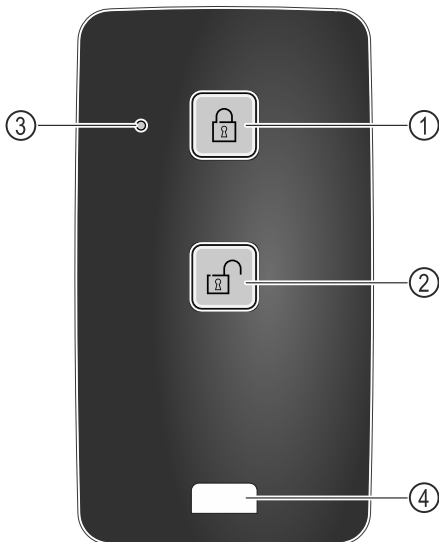

Fig. 149
- Taste Fig. 149 (1) auf der Fernbedienung drücken.
- Taste Fig. 149 (2) auf der Fernbedienung drücken.
- Status-LED Fig. 149 (3) gibt bei Tastendruck eine optische Rückmeldung.
- Öse Fig. 149 (4) zur Befestigung der Fernbedienung, zum Beispiel an einem Schlüsselbund.